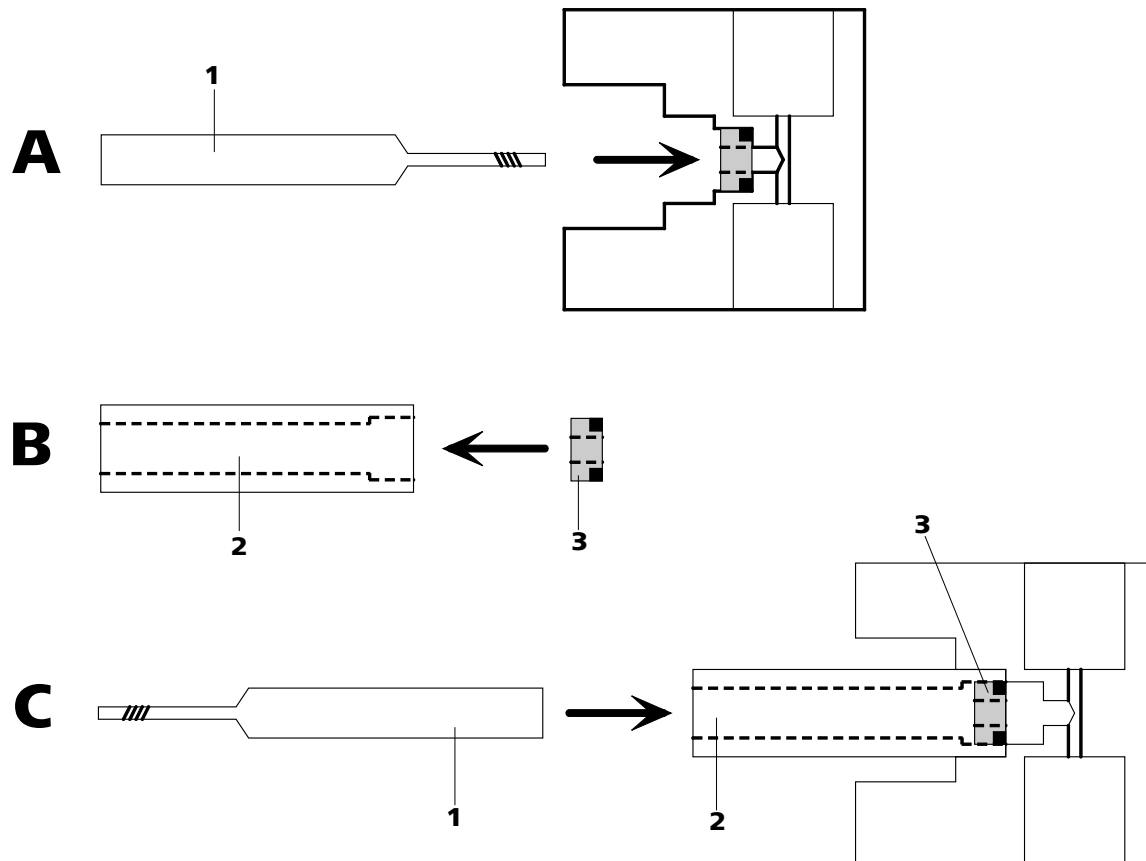

Figura 33 Trocar o selo da bomba
- Parafusar a ferramenta especial (33-1) com o lado mais estreito do selo da bomba e retirá-lo após este procedimento (*ver a figura 33, passo A*).
- Inserir o novo selo manualmente na cavidade da (33-2) ferramenta especial (*ver a figura 33, passo B*). A mola do selo deve encontrar-se na parte exterior.
- Inserir a ferramenta especial (33-2) junto com o selo da bomba na cabeça da bomba (14-4) e pressionar o selo com o auxílio da ferramenta especial (33-1) na cavidade da cabeça (*ver a figura 33, passo C*).